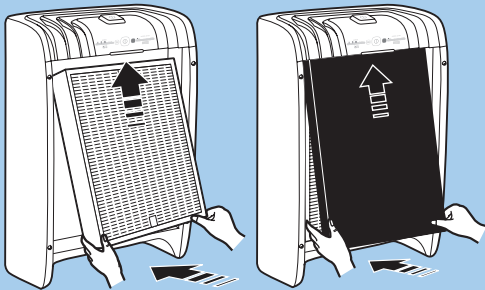

Fig. 16
- 4 Place the new HEPA Filter in the main unit. Place the new Carbon Filter in the unit (Fig. 16).
- 4 Placer le filtre HEPA neuf dans l'appareil principal. Placez le filtre au charbon neuf dans l'appareil (Fig. 16).
- 4 Coloque el filtro HEPA nuevo en la unidad principal. Coloque el filtro de carbón nuevo en la unidad (Fig. 16).